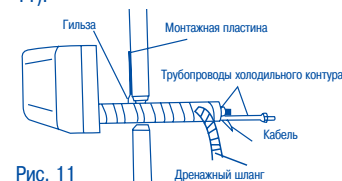

Рис. 11
3) Соберите кабель, дренажный шланг, трубопроводы в жгут и оберните его белой лентой. Закрепите кабель и трубопроводы на задней стенке блока с помощью фиксатора. Аккуратно согните трубопроводы и осторожно проденьте жгут через отверстие в стене (рис. 11).